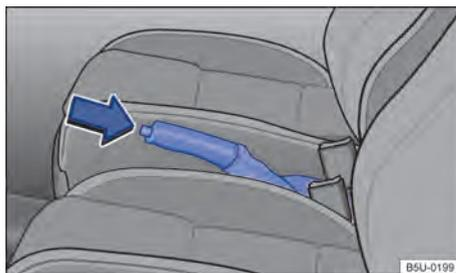

Fig. 105 Entre os bancos dianteiros: alavanca do freio de estacionamento.
- Puxar a alavanca do freio de estacionamento para cima com o botão bloqueador pressionado → Fig. 105(seta).
- Puxar a alavanca do freio de estacionamento um pouco para cima e pressionar o botão bloqueador → Fig. 105 (seta).